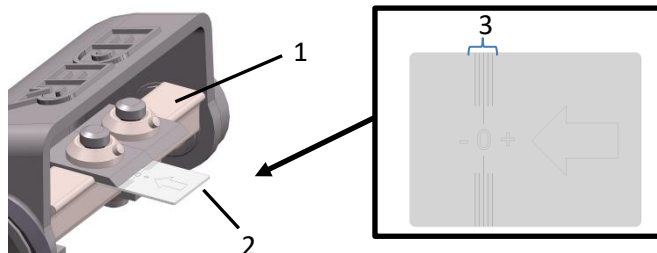

Fig. 5 : Réglage des couteaux
- > Poussez la jauge de réglage (2 – Fig. 5) sous le couteau dans le sens de la flèche jusqu'au cylindre d'écorçage (1 – Fig. 5).
Attention : Le tranchant du couteau doit se trouver dans la zone marquée (3 – Fig. 5).